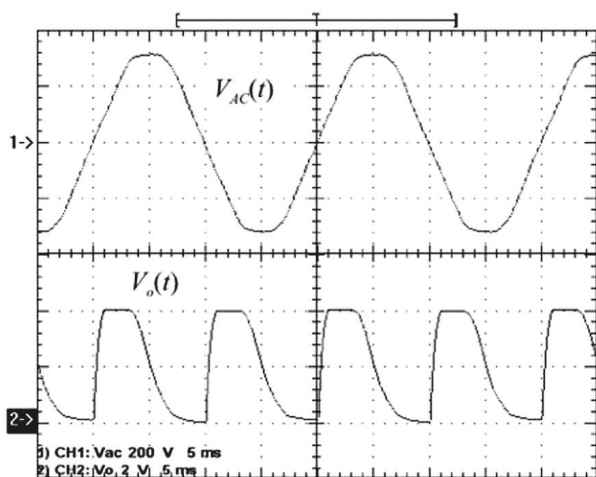

Рисунок 3. Практические результаты для $V_{AC} = 230$ В с.к.з., $C = 0.5$ нФ и $R_1 = 560$ кОм.
- Для $V_{AC} = 230$ В с.к.з. $\pm 20\%$ (Рисунок 3): $C = 0.5$ нФ/400 В (металлопленочный лавсановый МКТ-НҚ 370), $R_1 = 560$ кОм/0.25 Вт, $t_{DELAY} = 114$ мкс (задержка между передним фронтом V_O и моментом пересечения нуля напряжением V_{AC}) и $P = 100$ мВт (средняя мощность, потребляемая от сети).
- Для $V_{AC} = 115$ В с.к.з. $\pm 20\%$ (Рисунок 3): $C = 1$ нФ/200 В, $R_1 = 220$ кОм/0.25 Вт, $t_{DELAY} = 130$ мкс (задержка между передним фронтом V_O и моментом пересечения нуля напряжением V_{AC}) и $P = 65$ мВт (средняя мощность, потребляемая от сети).